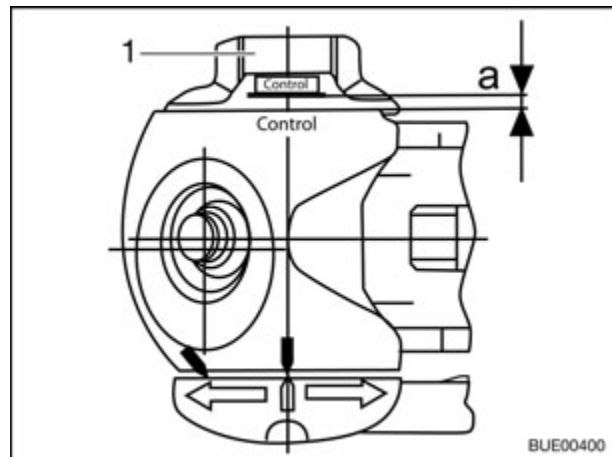

Fig. 149 Contrôle d'usure
- Tourner la roue à main (Fig. 149,1) vers la position de fermeture jusqu'à ce que vous ressentiez et entendiez le grincement du limiteur de couple. Sens de la rotation : dans le sens des aiguilles d'une montre.
- Distance $a > 0$ (Fig. 149) :